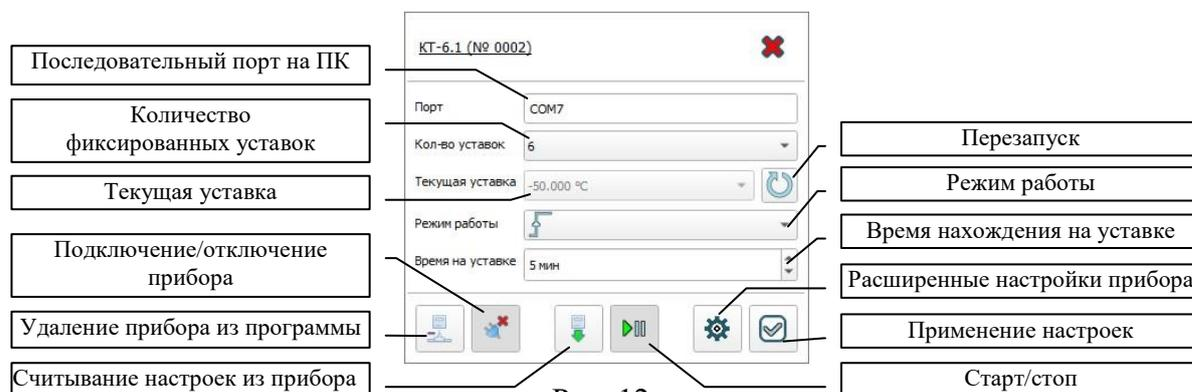

Рис. 12
4.3.10 Окно «Настройки прибора», рис. 12.